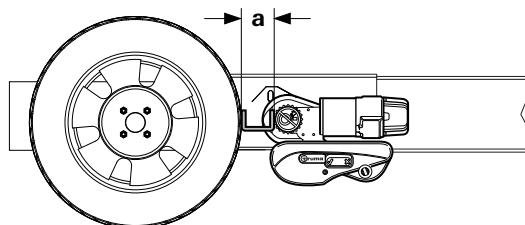

Fig. 34
- Ajuste la distancia correcta (Fig. 34-a) entre el neumático y el rodillo impulsor desplazando las unidades de accionamiento en sentido longitudinal utilizando la chapa distanciadora suministrada. El tubo de unión ajustable permite la adaptación a la anchura del bastidor. El peso de la caravana debe descansar sobre las ruedas.